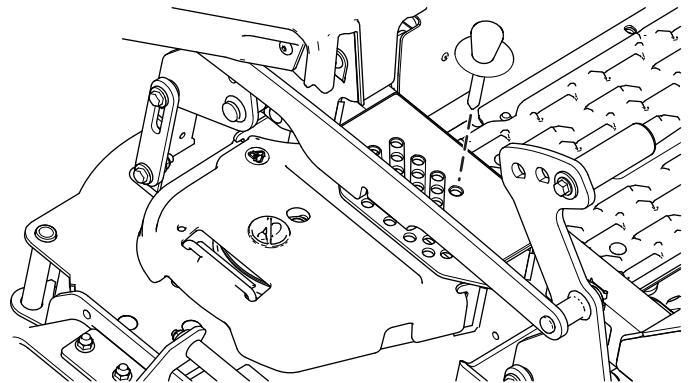

Figure 27
2. Insérez la goupille de hauteur de coupe à la position 127 mm sur le support (Figure 27).